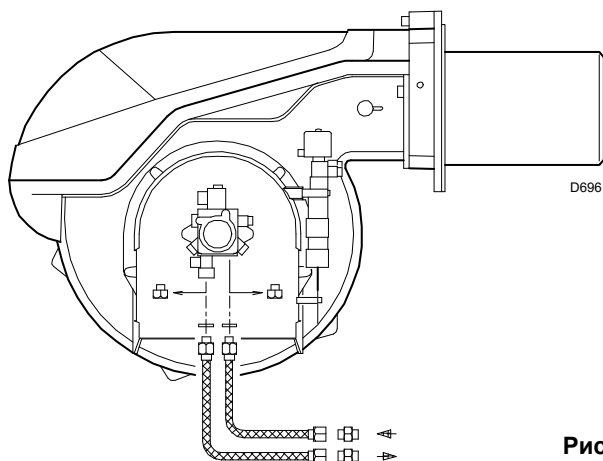

Рис. 17
7.2 Гидравлические соединения (Рис. 17)